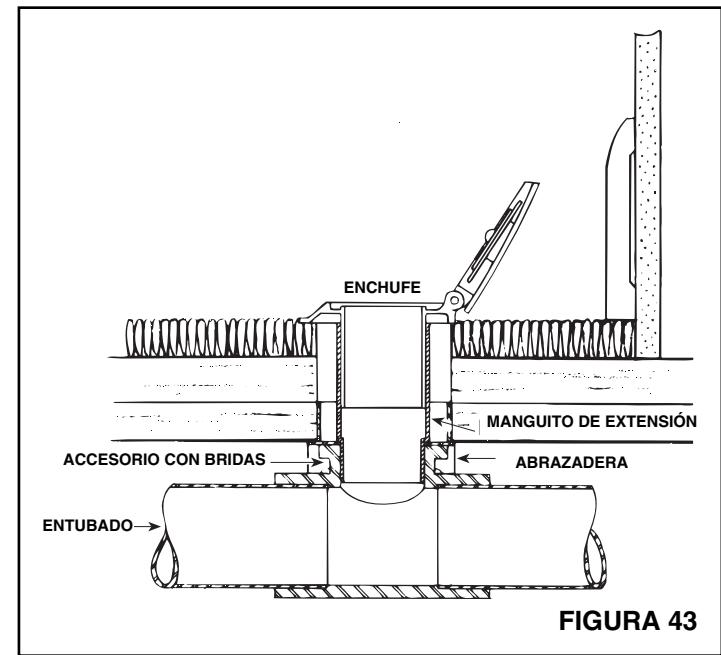

FIGURA 43
5. Véase la Figura 43. Tire alambre conductor de bajo voltaje por la abrazadera de montaje y sujetelo a los tornillos de terminal en la parte trasera del enchufe del piso. Cemente el manguito de extensión al enchufe modelo CI370 o 360. Inserte el manguito de extensión por la junta de vinilo en la abrazadera de montaje y póngalo firmemente en el accesorio con bridales.